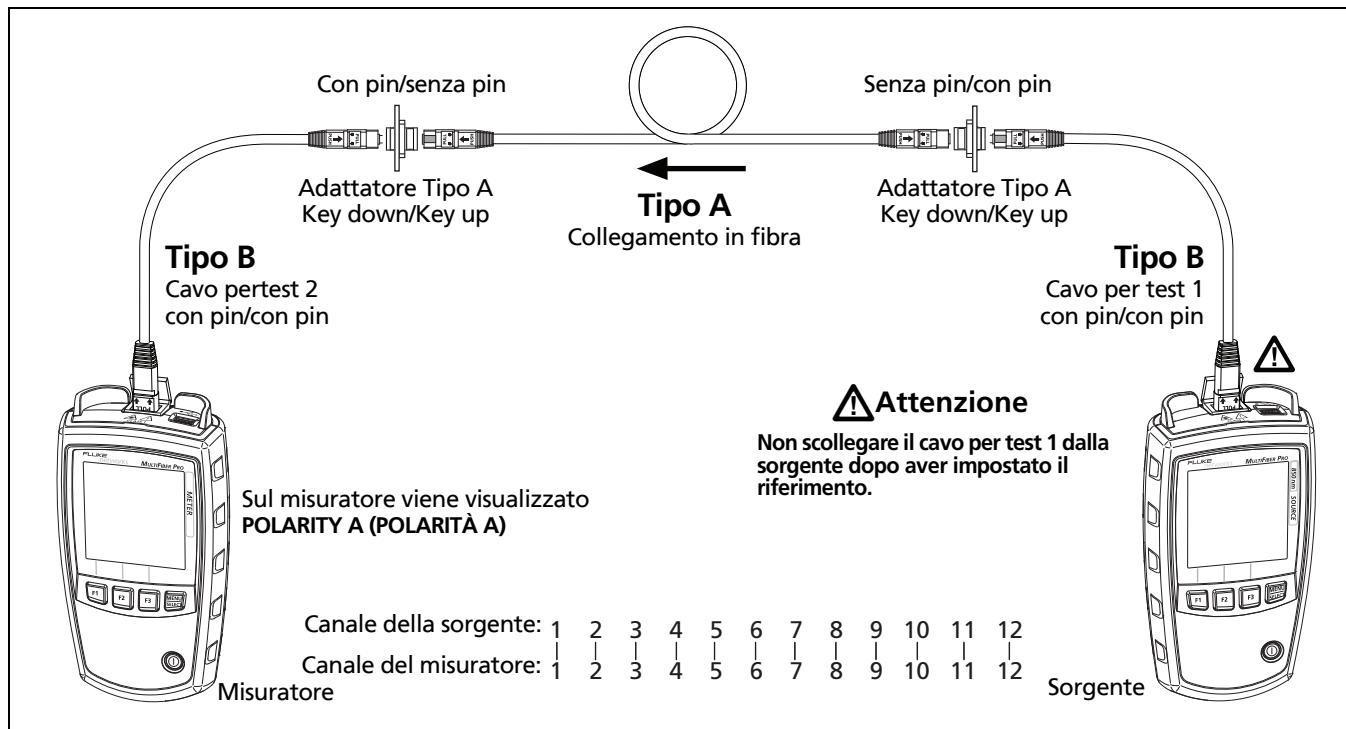

Figura 9. Connessioni per le misure dell'attenuazione su collegamenti Permanent link multimodali di tipo A con connettori MTP/MPO senza pin
- 4 Collegare il cavo per test dal misuratore, quindi eseguire le connessioni appropriate. Nella Figura 9 a pagina 22 vengono illustrate le connessioni per un cablaggio con connettori senza pin. Nell'Appendice B vengono riportate le connessioni per altri tipi di cablaggi e connettori e per i moduli per fibra.